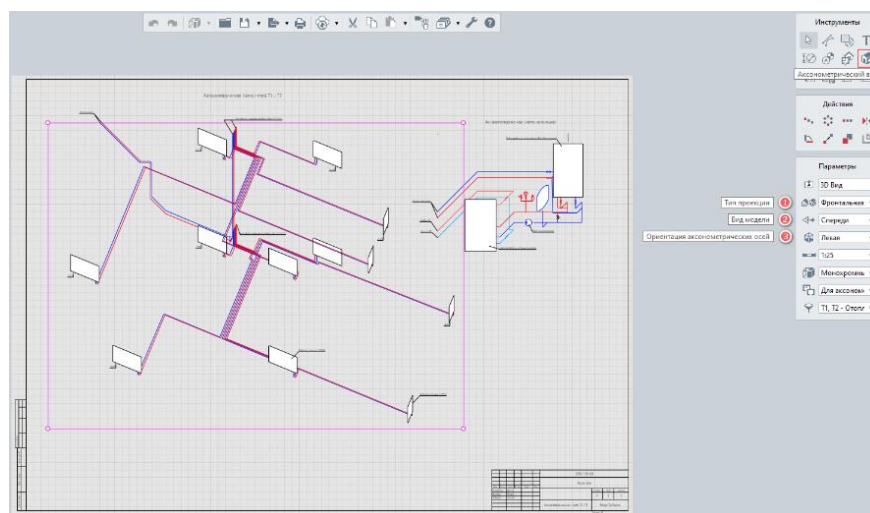

Рисунок 5 - Модель водоснабжения и канализации
- чертёж аксонометрической информационной модели сети водоснабжения и водоотведения, см. рис.5;